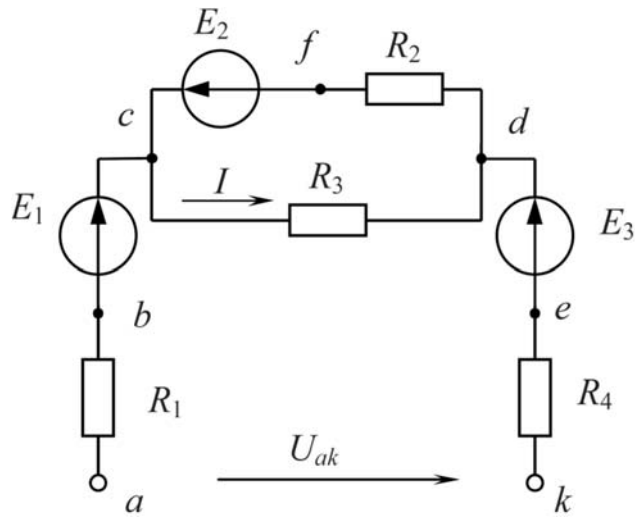

Рис. 9
1.7 Определить напряжение U_{ak} в электрической цепи, изображенной на рис. 9, если $R_1 = 3 \text{ Ом}$, $R_2 = 8 \text{ Ом}$, $R_3 = 2 \text{ Ом}$, $R_4 = 1 \text{ Ом}$, $E_1 = 2 \text{ В}$, $E_2 = 4 \text{ В}$, $E_3 = 24 \text{ В}$.